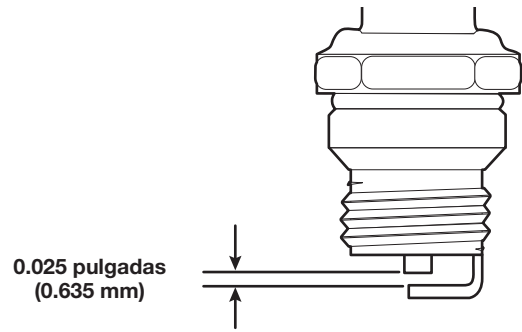

Fig. 21
4. Use un calibrador de separación para ajustar una separación de aire de **0.025 pulgadas (0.635 mm)** (Fig. 21).